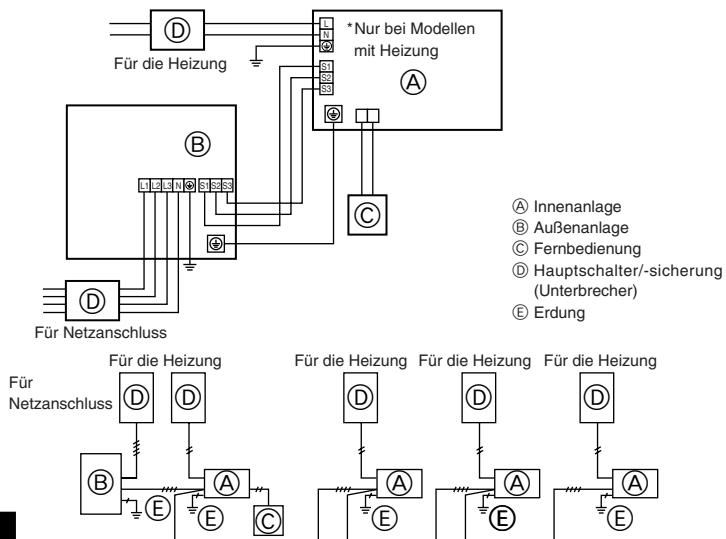
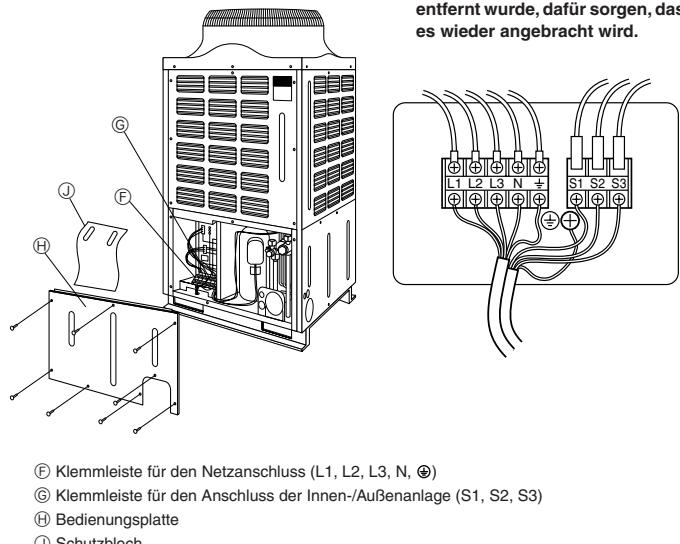

Fig. 7-1
Fig. 7-2
7.1. Außenanlage (Fig. 7-1, Fig. 7-2)
- (1) Die Bedienungsplatte abnehmen.
- (2) Die Kabel gemäß der Abb. 7-1 und der Abb. 7-2 verdrahten.